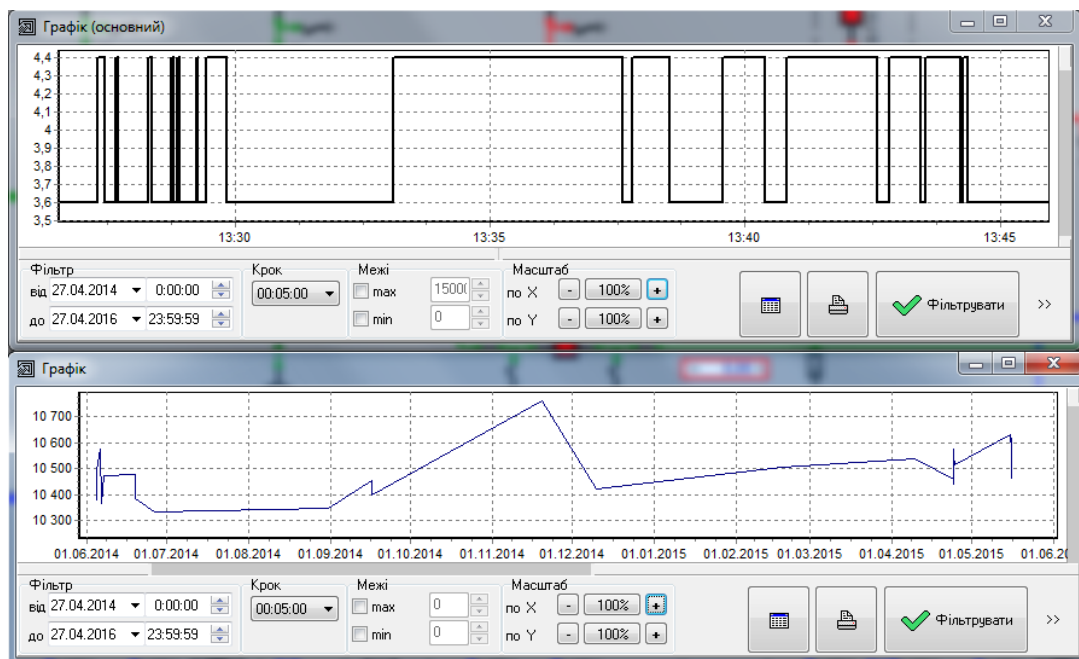

Рисунок 8. Приклад побудови графіків навантаження
- мітки режимів роботи графіка (рис. 8):